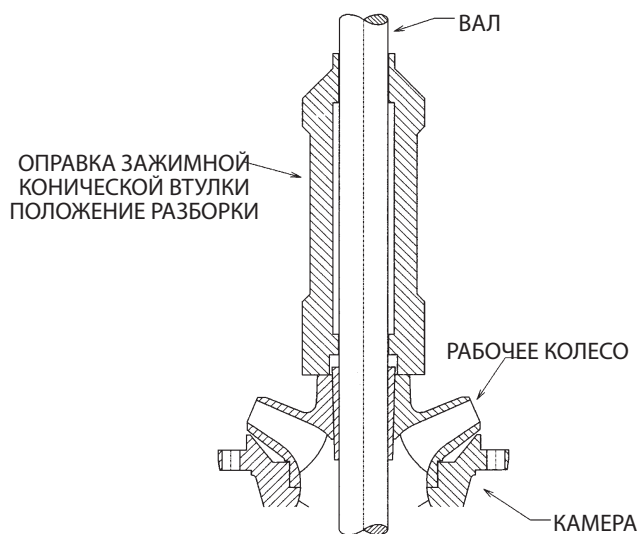

Рис. 15
3. Извлеките вал на максимальную длину и постучите по ступице рабочего колеса оправкой зажимной конической втулки или аналогичным инструментом, чтобы снять рабочее колесо с зажимной конической втулки (см. рис. 15).